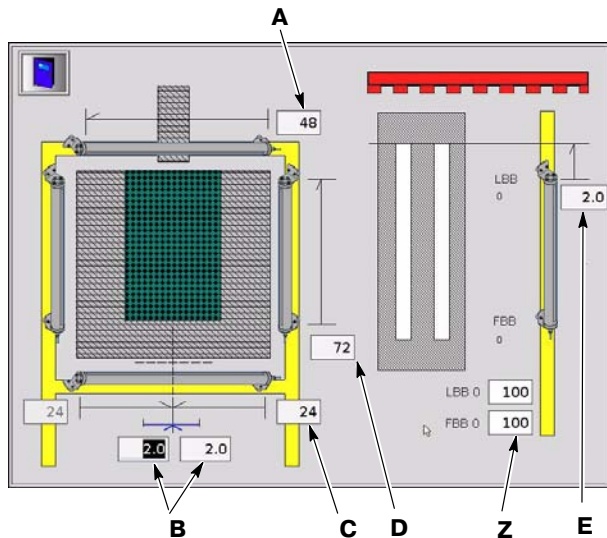

Figura 3-24 Activarea și setarea scannerului singular
2. A se vedea Figura 3-24 sau 3-25. Introduceți lungimea scannerului vertical și închideți ecranul.
A se vedea Figura 3-24. Perechea emițător-receptor a scannerului este montată deasupra transportorului și sub piese, cu capetele cablului orientate așa cum se prezintă pe ecranul de configurare.